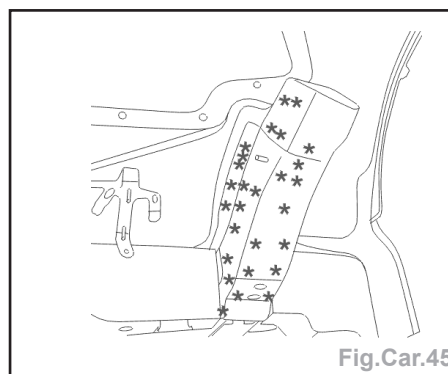

Fig.Car.45
- Découper par fraisage des points (Fig.Car.45).